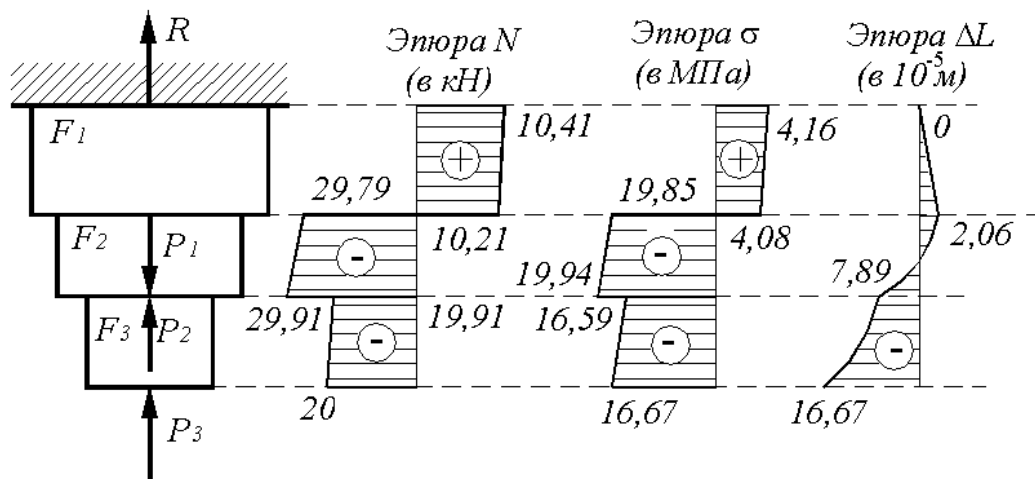

Рис. 3
3. Строим эпюру нормальных напряжений (Рис. 3):
Строим эпюры нормальных сил, нормальных напряжений и перемещений (Рис. 3).